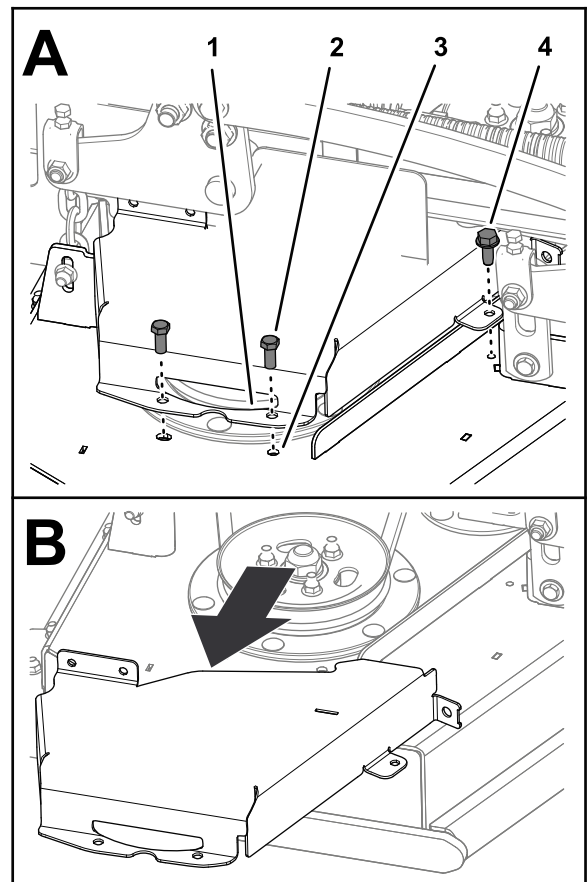

Figuur 38
1. Verwijder de 2 slotbouten en de 2 borgmoeren waarmee de rechter CE-kap is bevestigd aan de rechter drijfriemkap (Figuur 38).